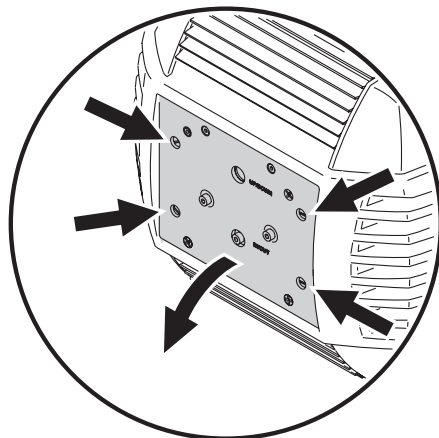

Figura 1: Accesso alla lampada
2. Allentare le viti ad un quarto di giro contrassegnate con una freccia sul piatto di accesso, come mostrato in Figura 1. Tirare indietro il corpo della lampada finché possibile e rilasciarla in quella posizione.